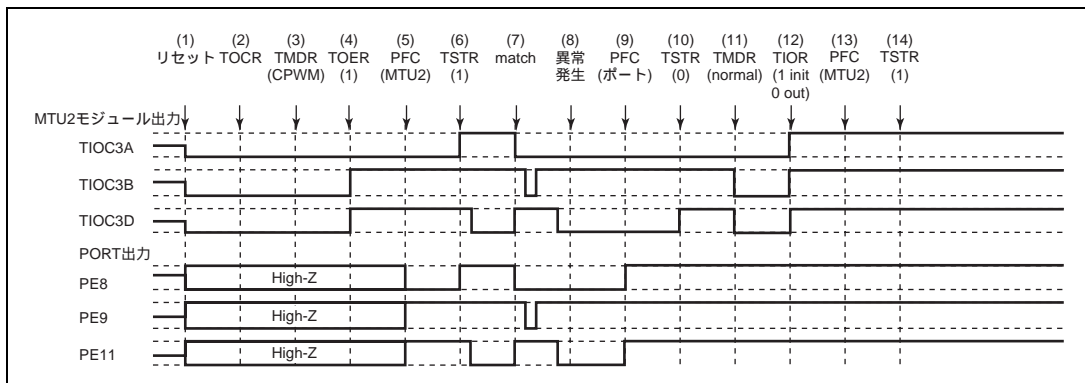

図 10.157 相補 PWM モードで異常が発生し、ノーマルモードで復帰する場合
相補 PWM モードで異常が発生し、再設定後ノーマルモードで再スタートする場合の説明図を図 10.157 に示します。
- (1) ~ (10) は図 10.157 と共通です。
- (11) PWM モード 1 を設定してください (MTU2 出力はローレベルとなります)。
- (12) TIOR で端子を初期化してください (PWM モード 1 では TIOC\*B 側は初期化されません)。
- (13) PFC で MTU2 出力としてください。
- (14) TSTR で再スタートします。
- (11) PFC で MTU2 出力としてください。
- (12) TSTR で再スタートします。
- (13) コンペアマッチの発生により相補 PWM 波形を出力します。
(24) 相補 PWM モードで動作中に異常が発生し、相補 PWM モードで新たに再スタートする場合の動作
- (11) ノーマルモードを設定し新しい設定値を設定してください (MTU2 出力はローレベルとなります)。
- (12) TOER でチャンネル 3、4 の出力を禁止してください。
- (13) TOCR で相補 PWM モードの出力レベルと周期出力の許可禁止を選択してください。
- (14) 相補 PWM を設定します。
- (15) TOER でチャンネル 3、4 の出力を許可してください。
- (16) PFC で MTU2 出力としてください。
- (17) TSTR で再スタートします。
(25) 相補 PWM モードで動作中に異常が発生し、リセット同期 PWM モードで再スタートする場合の動作
- (11) ノーマルモードを設定してください (MTU2 出力はローレベルとなります)。
- (13) TOCR でリセット同期 PWM モードの出力レベルと周期出力の許可禁止を選択してください。
- (14) リセット同期 PWM を設定します。
(26) リセット同期 PWM モードで動作中に異常が発生し、ノーマルモードで再スタートする場合の動作